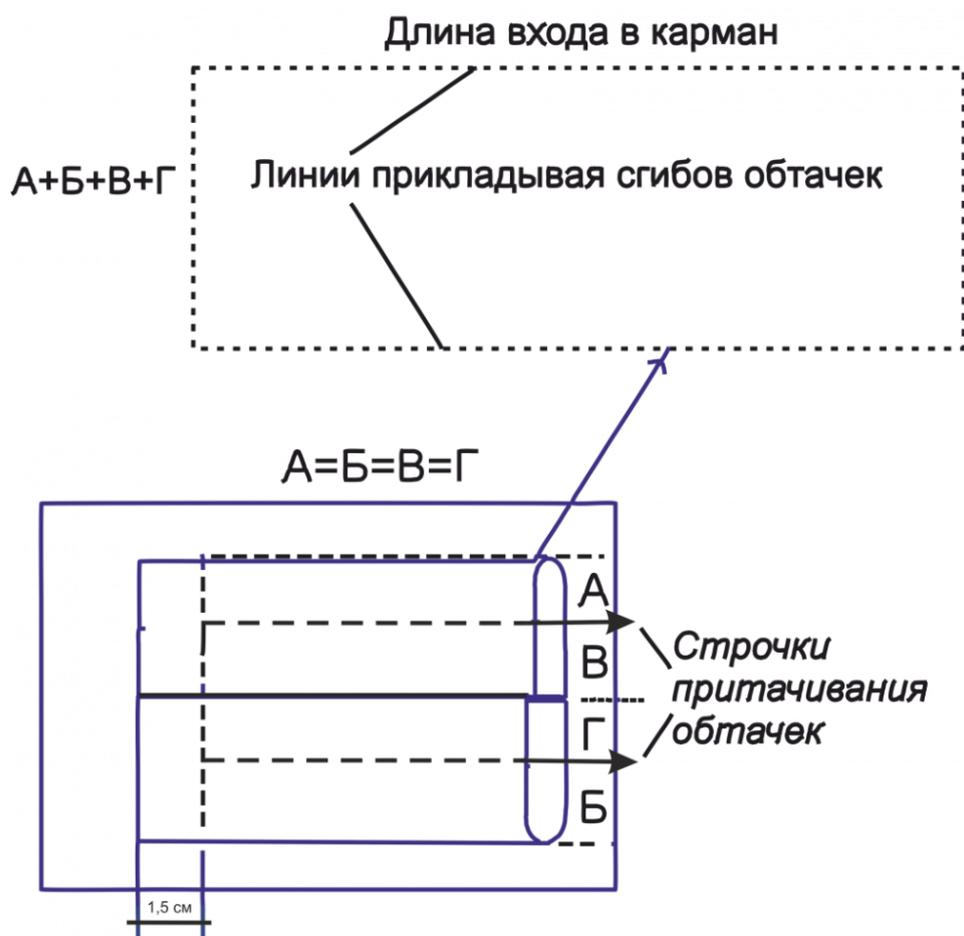

Рис. 3
6.2. Заутюжьте обтачки пополам. Наметьте на них линии притачивания к полочке (см. рис.3). Длина обтачек равна длине входа в карман плюс 3 см. Ширина обтачек – 0,7 см, умноженное на 4.
4. Обтачайте бортовые срезы полочек и уступы лацканов подбортами (Рис. 3).